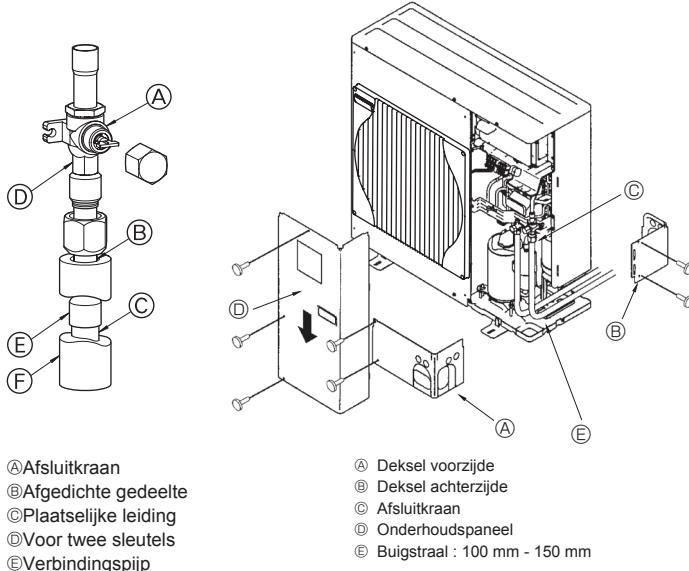

Fig. 4-3
- Gebruik de volgende procedure voor het aansluiten van de pijpen aan de gaszijde. (Fig.4-3) (SW160/200)